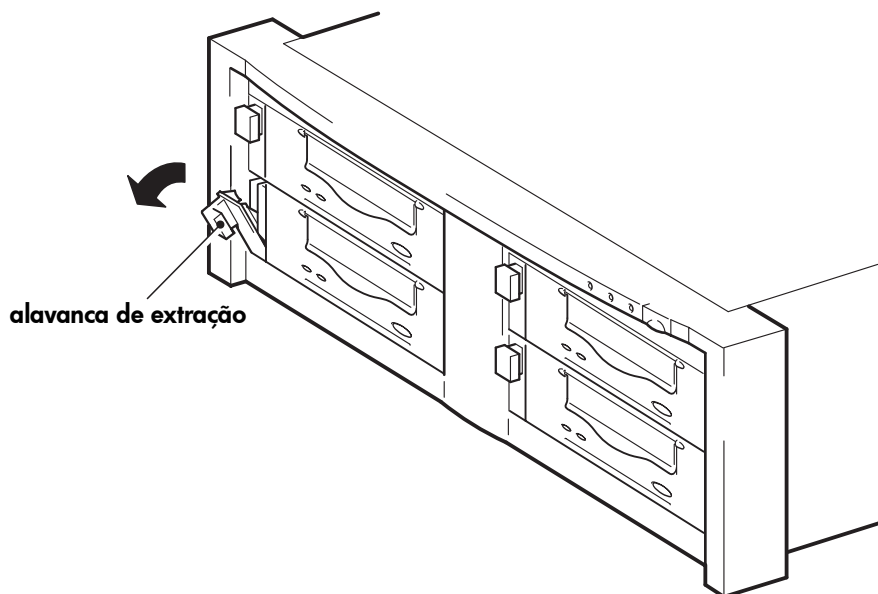

Figura 9a: puxar a alavanca de extração para fora
- 1** Puxe a alavanca de extração da unidade que deseja recolocar para que fique na posição para fora. (Veja a figura 9a.)